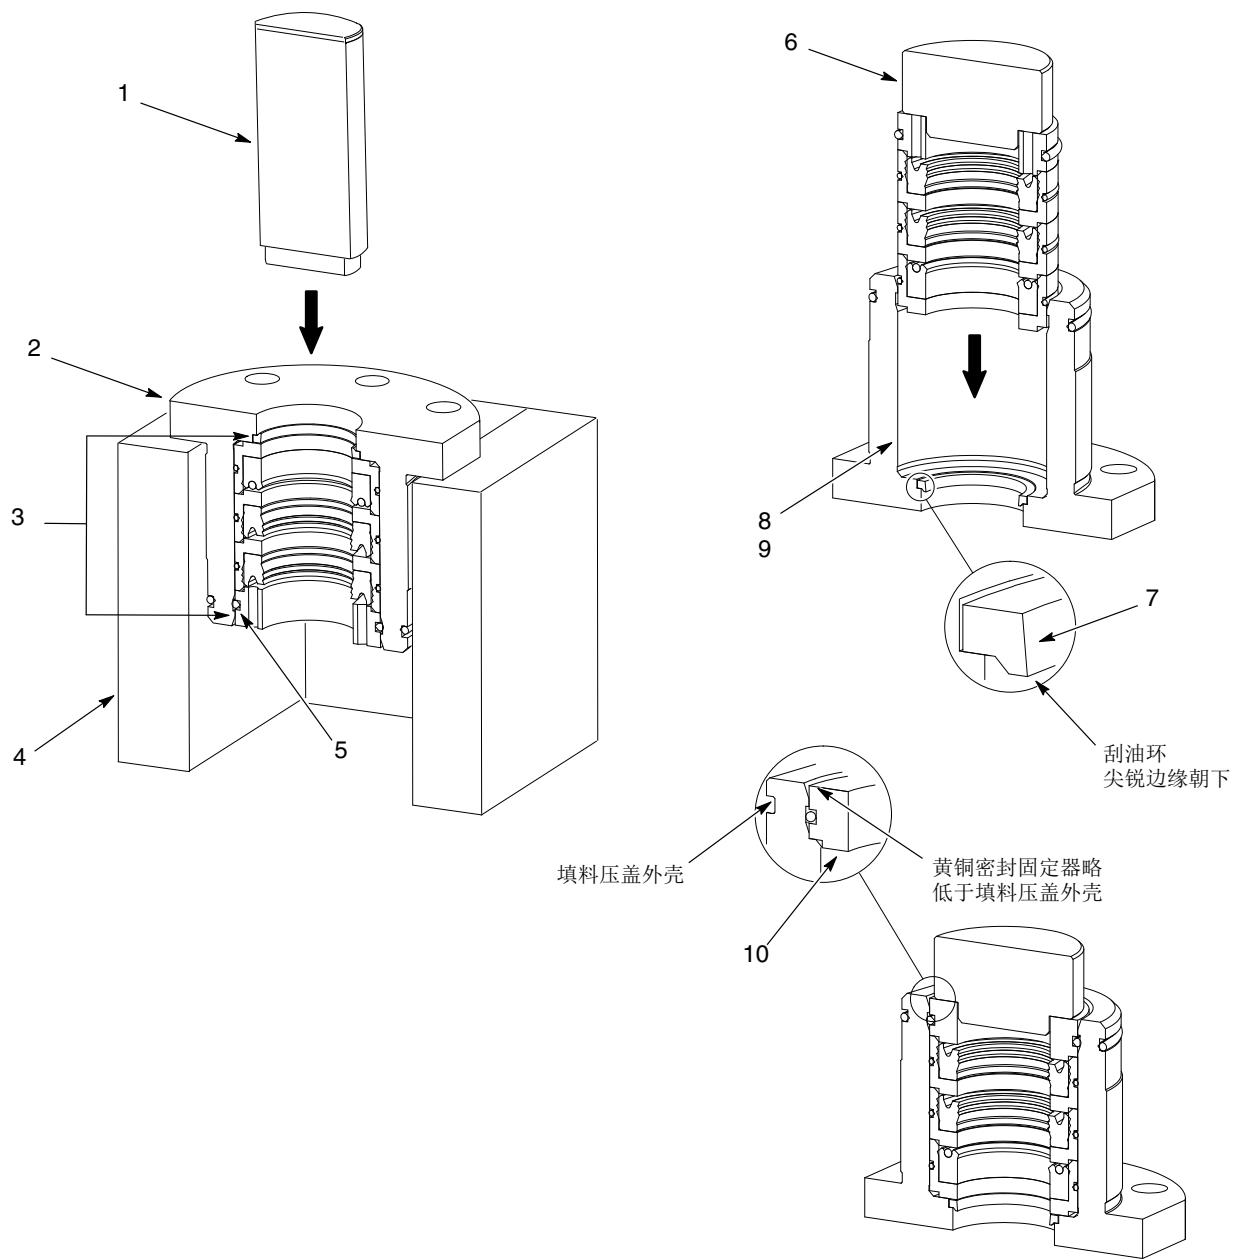

图 14 更换填料压盖的内部零件
1. 详见图14。将填料压盖外壳(2)放在固定装置(4)上。